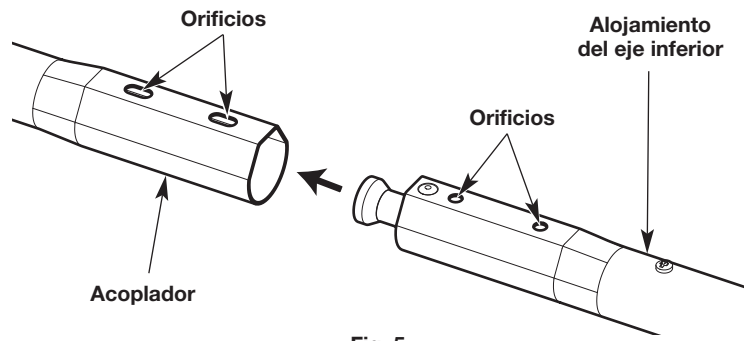
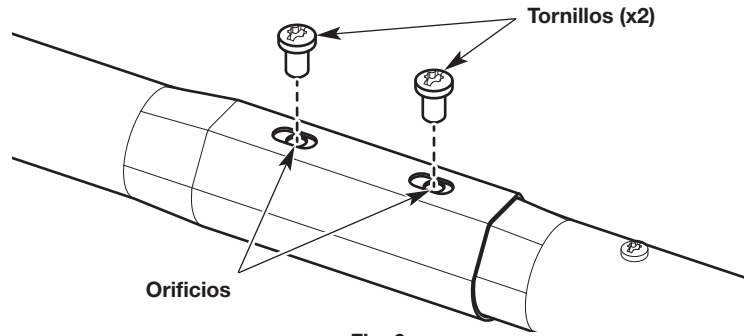

Fig. 5
Fig. 6
2. Invierta el segmento superior de la unidad. Los orificios del acople deben quedar hacia arriba (Fig. 5).
3. Invierta el segmento inferior de la unidad. Los orificios del alojamiento del eje inferior deben quedar hacia arriba (Fig. 5).
4. Empuje el alojamiento del eje inferior dentro del acople (Fig. 5). Los orificios del alojamiento deben estar alineados con los orificios del acople (Fig. 6).
5. Inserte los tornillos (x2) en los orificios alineados (Fig. 6).